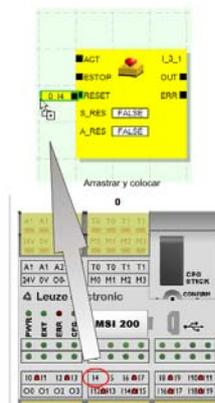

Figura 5-8 Inserción de una señal en el editor de circuitos
6. Arrastre las señales de entrada y de salida necesarias del módulo añadido nuevamente mediante la función arrastrar y colocar en el editor de circuitos y conéctelos (véase Figura 5-8 en la Página 5-15).
2. Arrastre la señal (doble) de entrada o de salida deseada desde el editor de hardware al editor de circuitos (véase Figura 5-8 en la Página 5-15):